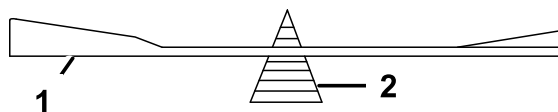

**Bild 63**
- Prüfen Sie die Auswuchtung des Schnittmessers auf einer Ausgleichsmaschine (Bild 63).